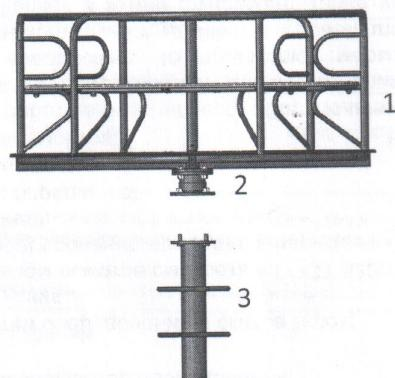

Рис.2
Соединить карусель (1) с узлом вращения (2) при помощи крепежей (33К, 31К, 32К) (см. рис.2).